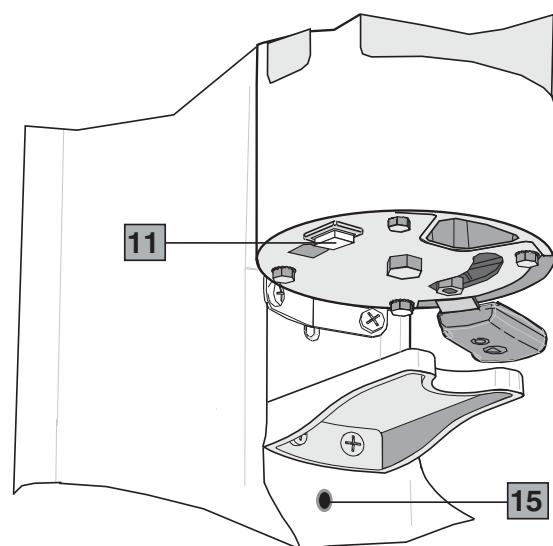
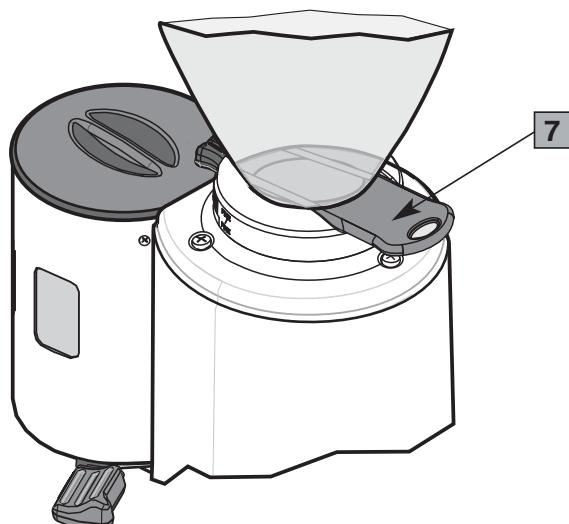

Fig. 3
Fig. 4
Composants principaux (Fig. 1, Fig. 2, Fig. 3, Fig. 4)
6. S'assurer que le récipient (cloche) des grains de café est placé (é) correctement et qu'il a l'obturateur ouvert (7 Fig. 4).
3 Presser le bouton de démarrage (11 Fig. 3). L'appareil commencera à fonctionner en moulinant une quantité de grains jusqu'à remplir le doseur à son niveau maximum qui prévoit une capacité d'environ 300 g de poudre de café, après quoi un dispositif interrupteur arrête le moteur. La mouture redémarre automatiquement après que six doses de café moulu seront extraites.